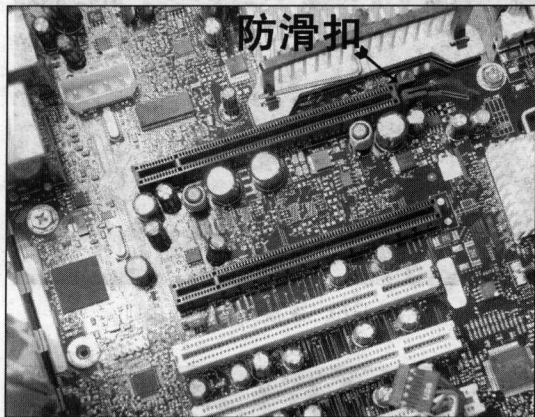

图 1-15 按下防滑扣
- ① 从机箱后壳上移除对应 PCI-E 插槽上的螺丝及扩充挡板。
- ② 按下 PCI-E 插槽末端的防滑扣，如图 1-15 所示。